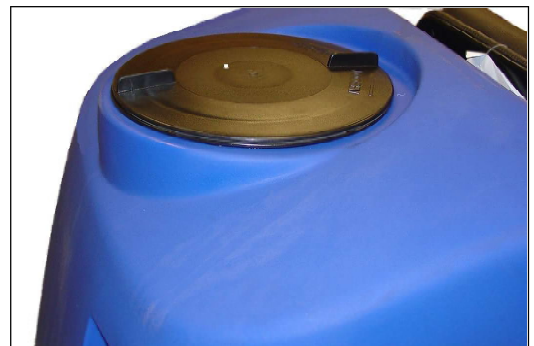

Рисунок 31
4. Удостоверьтесь, что крышка резервуара для утилизации находится на месте и плотно закрыта (см. рис. 31).